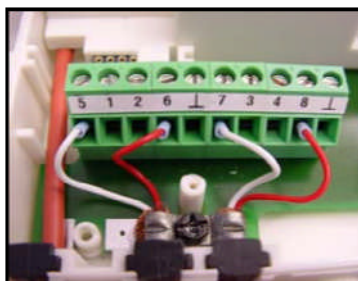

Fig. 1
- 2-leder, klemme 5 og 6 (se fig. 1)
- 2-leder, klemme 7 og 8 (se fig.1)